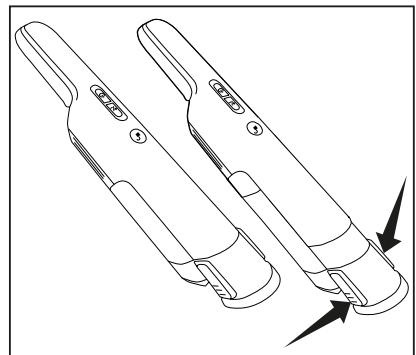

Fig. 3
1. Die Größe des Staubtanks kann erweitert werden, indem Sie beide Knöpfe an den Seiten gedrückt halten und den Tank dabei nach unten ausziehen. (Fig. 3).